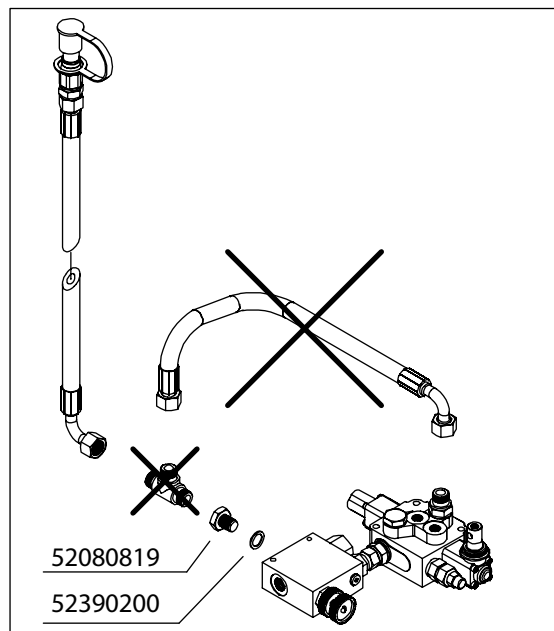

Рис. 10. Снятие шланга и Т-ниппеля и вставка пробки в конец клапана регулировки подачи жидкости.
- Снять шланг и Т-ниппель и вставить пробку в конец клапана регулировки подачи жидкости см. рис. 10.